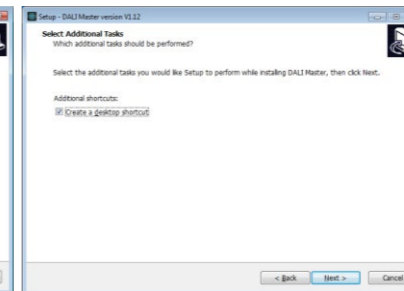

Figura 4 Crea collegamento sul desktop
**Passaggio 4:** creare un collegamento sul desktop come mostrato nella Figura 4.